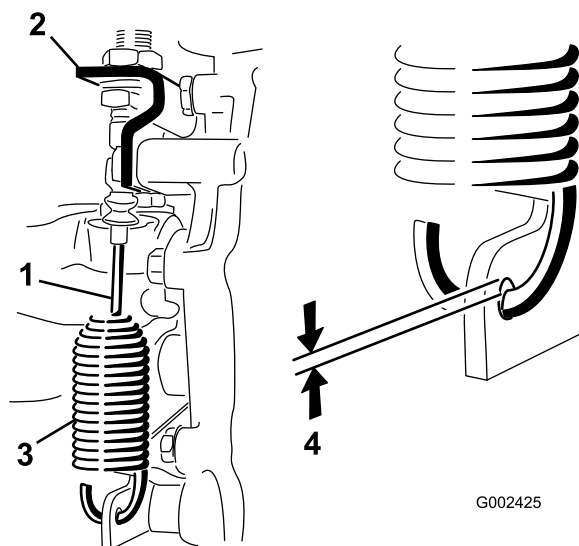

図 45
2. デファレンシャルロックケーブルをトランスアクスルのブラケットに固定しているジャムナットをゆるめる 図 45。